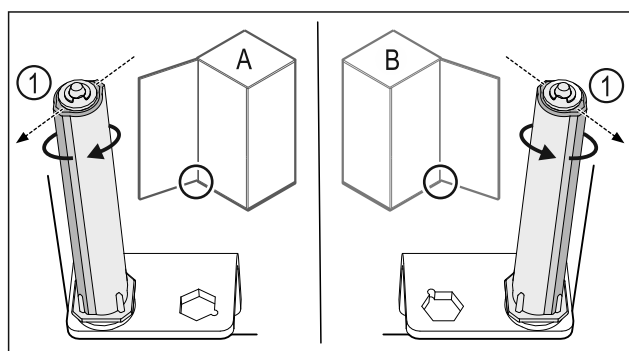

Fig. 40 Battuta a sinistra (A) / battuta a destra (B)
- ▶ Ruotare il sistema di chiusura contro la resistenza fino a quando la sporgenza del sistema di chiusura Fig. 40 (1) non è rivolta verso l'esterno.